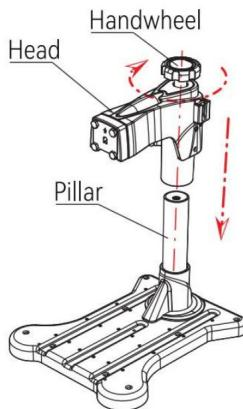

Fig 1
1. Inserire la testa nel pilastro e ruotare il volantino 10 volte in senso orario, il che indica che la testa è installata (come mostrato in fig. 1).